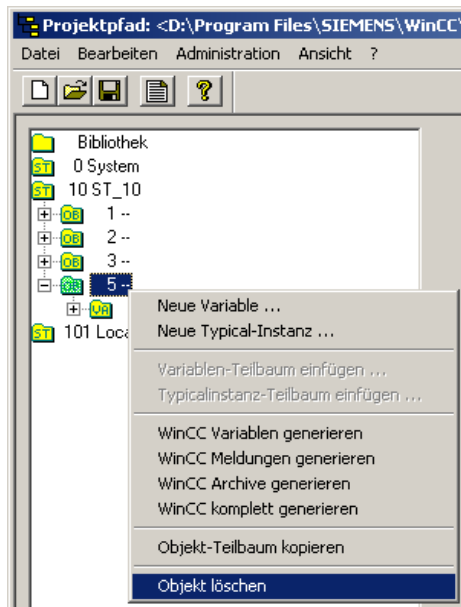

Bild 4-59 Fenster *ST7cc Config*
1. Selektieren Sie mit der rechten Maustaste das zu löschende Objekt (Dekodierung, Objektvorlage, Typical) und öffnen Sie das Auswahlmenü (siehe Bild 4-59).